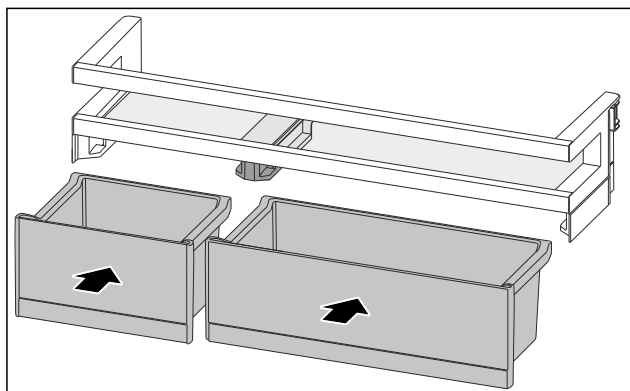

Fig. 155
- Inserire i VarioBox in posizione scambiata. (vedere Fig. 155)